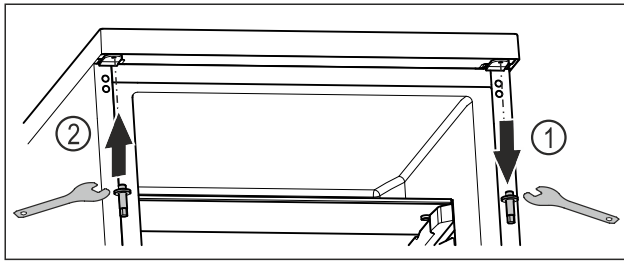

Fig. 14
- ▶ Išsukite viršutinį kaištį raktu su išoriniu šešiabriauniu. Fig. 14 (1)
- ▶ Priveržkite kaištį priešingoje pusėje raktu su išoriniu šešiabriauniu. Fig. 14 (2)